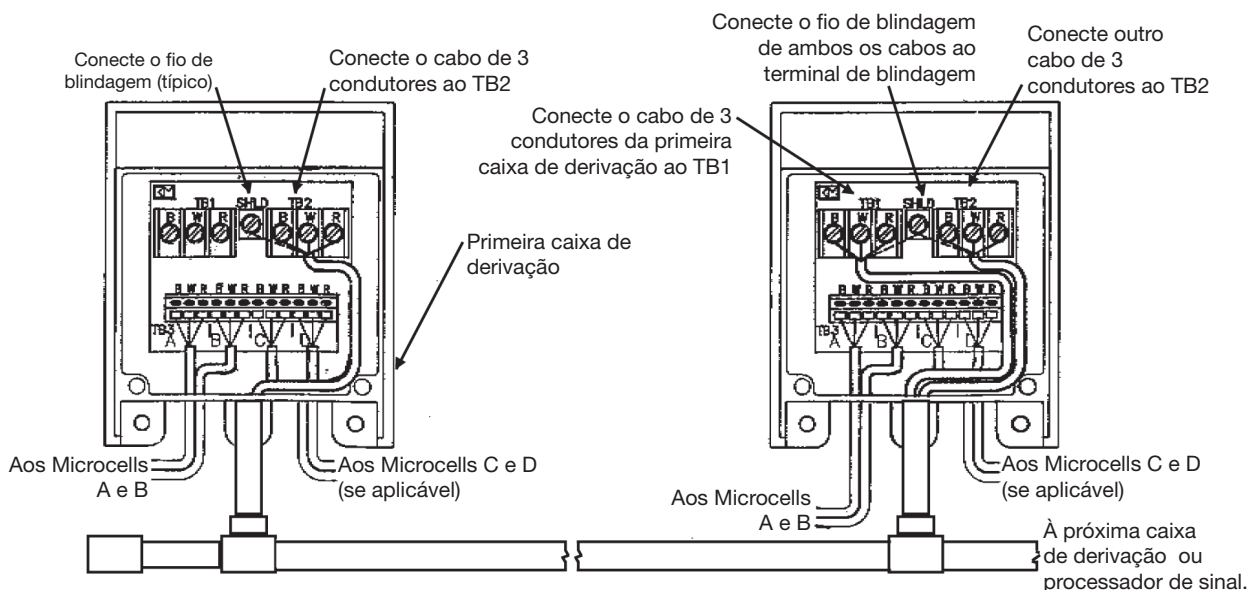
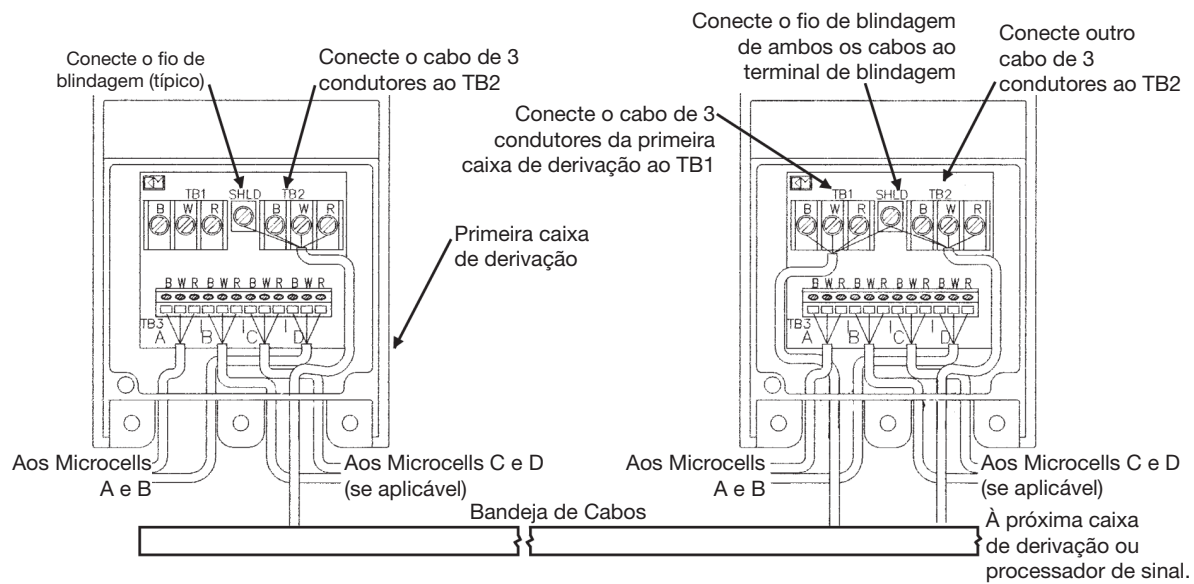

Figura 4-15. Conectando as Caixas de Derivação - Instalação Condutiva.
Figura 4-16. Conectando as Caixas de Derivação - Instalação Não-Condutiva.
2. Vide Figura 4-15 (para uma instalação condutiva) ou a Figura 4-16 (para uma instalação não-condutiva). Guie o cabo de 3 condutores pelo encaixe até a caixa de derivação mais distante do processador de sinal. Conecte os fios do cabo ao terminal TB3 à caixa de derivação; fio preto ao terminal B, fio branco ao terminal W e fio vermelho ao terminal R. Conecte o fio de blindagem do cabo ao terminal de blindagem entre TB1 e TB2.